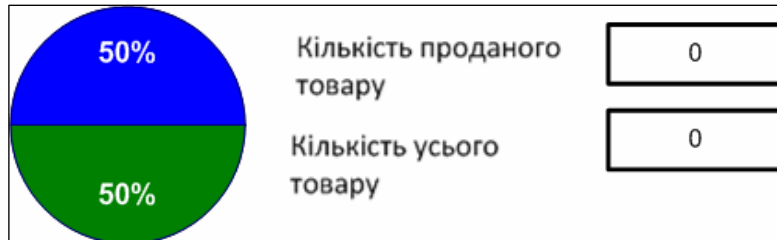

Рис. 14.18. Шаблон для управління круговою діаграмою
- На новому аркуші Круг-1 розташуйте фігуру *Круговая диаграмма* (трафарет *Фигуры для диаграмм*), що містить 2 сектора. Розмістіть також 2 прямокутника, забезпечивши їх рядом з ними текстовими блоками *Количество проданного товара, кг* і *Количество всего товара, кг* (рис. 14.18). Уведіть відповідні значення до фігур-прямокутників.